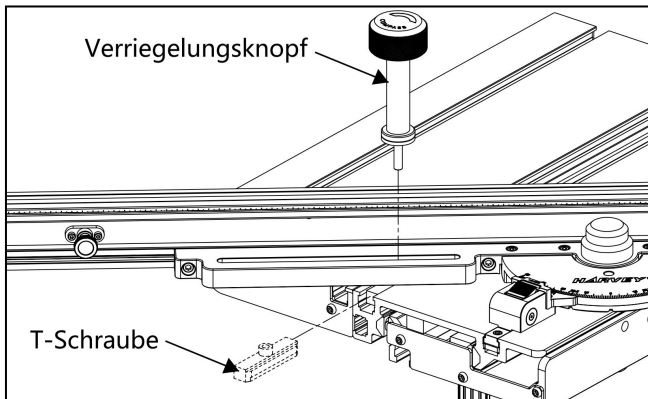

Abb. 15
11. Schwenken Sie den Queranschlag gegen den Uhrzeigersinn, bis das linke Ende des langen Schlitzes am Queranschlag vom Schiebetisch entfernt ist. Entfernen Sie die T-Schraube vom Sperrknopf des Queranschlages und führen Sie die T-Schraube durch den Schlitz am Anschlag ein, wie in Abbildung 15 gezeigt. Schwenken Sie den Anschlag im Uhrzeigersinn und schieben Sie